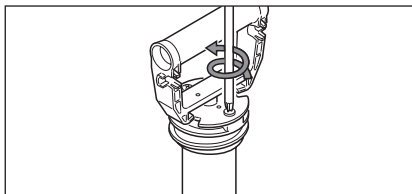

Figura 11. Retire la tapa de la bomba
2. Retire los tornillos que aseguran la tapa de la bomba al cilindro. Jale el ensamblado del mango de la bomba fuera del cilindro. Vea la figura 11.